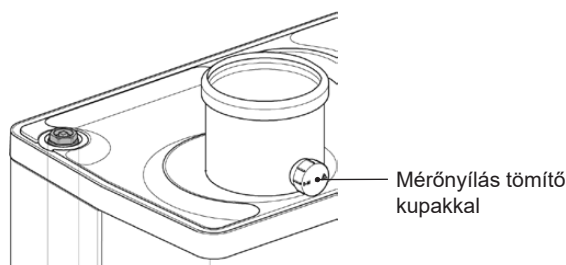

Fig. 29
7. Vegye ki az emissziómérő mérőszondáját a mérőnyílásból, és zárja le a mérőnyílást a tömítő sapkával, lásd Fig. 29.